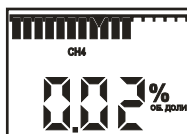

Рисунок 9.2
9.3 Перед работой убедиться в достаточности заряда аккумуляторной батареи и при необходимости произвести ее подзарядку. Уровень заряда отображается 16 сегментной “линейкой” в верхней части цифрового индикатора (рисунок 9.2).
После этого газоанализатор переходит в режим измерения концентрации и на цифровом индикаторе отображается значение объемной доли измеряемого газа, выраженное в % (рисунок 9.2).